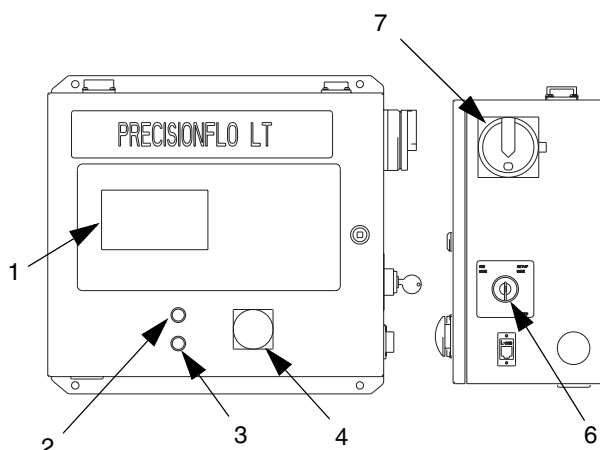

FIG. 16
2. Prima o botão de paragem de emergência (4). Consulte a FIG. 16.
4. Ligue o interruptor principal (7) para fornecer corrente eléctrica ao módulo PrecisionFlo LT.
6. Desactive o botão de paragem de emergência (4). Consulte a FIG. 16.